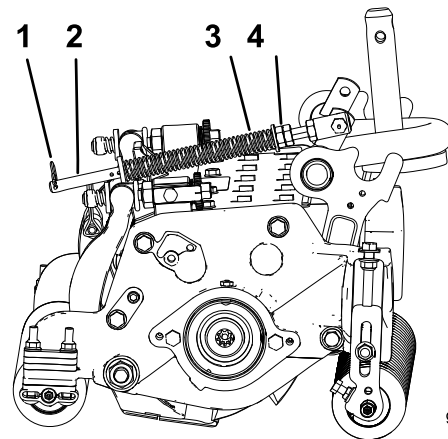

図 14
1. スプリングロッドの後穴にヘアピンコッターを忘れずに取り付けてください 図 14。
2. スプリングロッド前部の六角ナットを締めて、スプリング圧縮状態の長さが15.9 cm になるようにする 図 14。